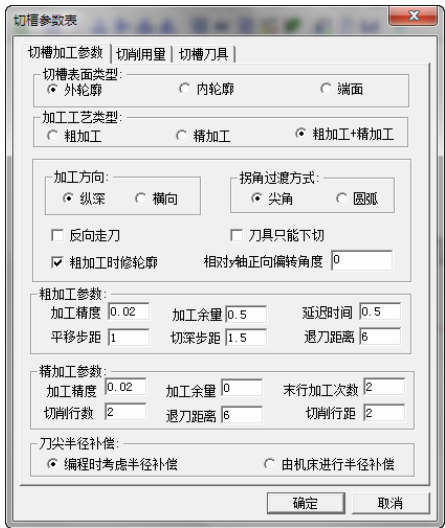

图 4-90 切槽加工参数设定
- 1) 单击“切槽加工参数”选项卡，设置具体参数，切槽表面类型：外轮廓；加工工艺类型：粗加工+精加工，其他参数如图 4-90 所示。